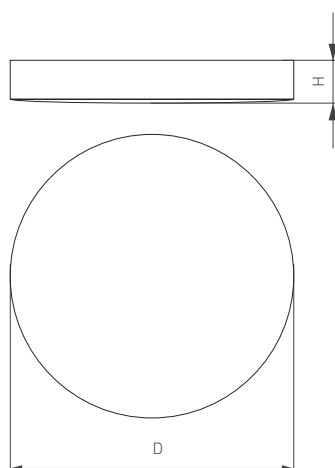

Рис. 1. Чертеж и габаритные размеры
- Перед установкой светильника следует настроить требуемый режим работы. Для этого предусмотрены DIP-переключатели режима мощности [5] и переключатель ССТ [4], расположенные внутри светильника. Для доступа к ним необходимо снять монтажное основание [1], повернув его против часовой стрелки относительно корпуса светильника [2] (см. рис. 1), и открыть крышку коммутационного отсека [3], зажав держатели [6] и поднимая крышку [3] вверх.